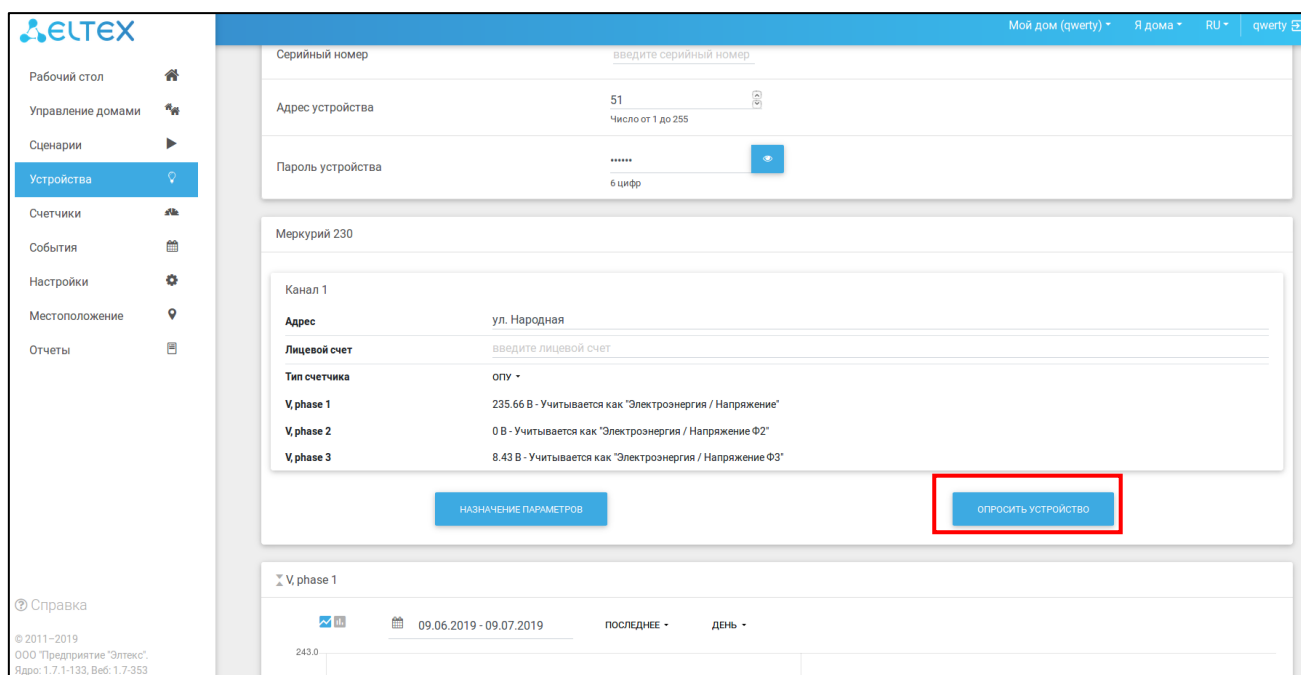

Рисунок 7 – Расположение кнопки «Опросить устройство»
- Для проверки подключения, нажмите кнопку «Опросить устройство» (рисунок 7) во вкладке настроек электросчетчика. Пример вывода результата опроса устройства показан на рисунке 8.